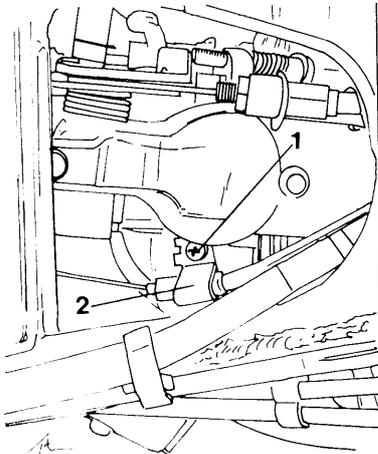

Bild 8 Choke einstellen
- Zum Einstellen die Choke-Seilzugklemme am Vergaser lösen. Den Choke-Hebel in der voll geschlossenen Stellung halten und die Klemme feststellen (Bild 8).
- Der Choke-Knopf muss sich weich bewegen lassen und in jeder Stellung stehenbleiben. Die Haftreibung des Choke-Knopfes durch Drehen des Einstellers regulieren (Bild 8).